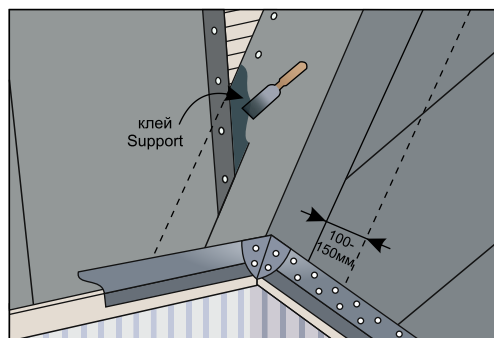

Рис. 11
- Подкладочный ковер укладывается непосредственно на сплошное основание. Металлические карнизные планки монтируются на концах карниза сверху подкладочного ковра (рис.11), плотно прижимая подкладочный ковер к сплошному основанию;